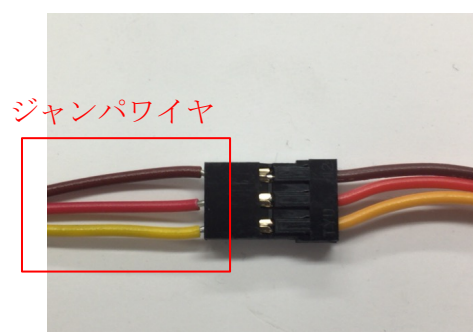

図 7.2.2：コネクタとジャンプワイヤの接続
2. サーボモータのコネクタに、図 7.2.2 のようにジャンプワイヤを接続する。